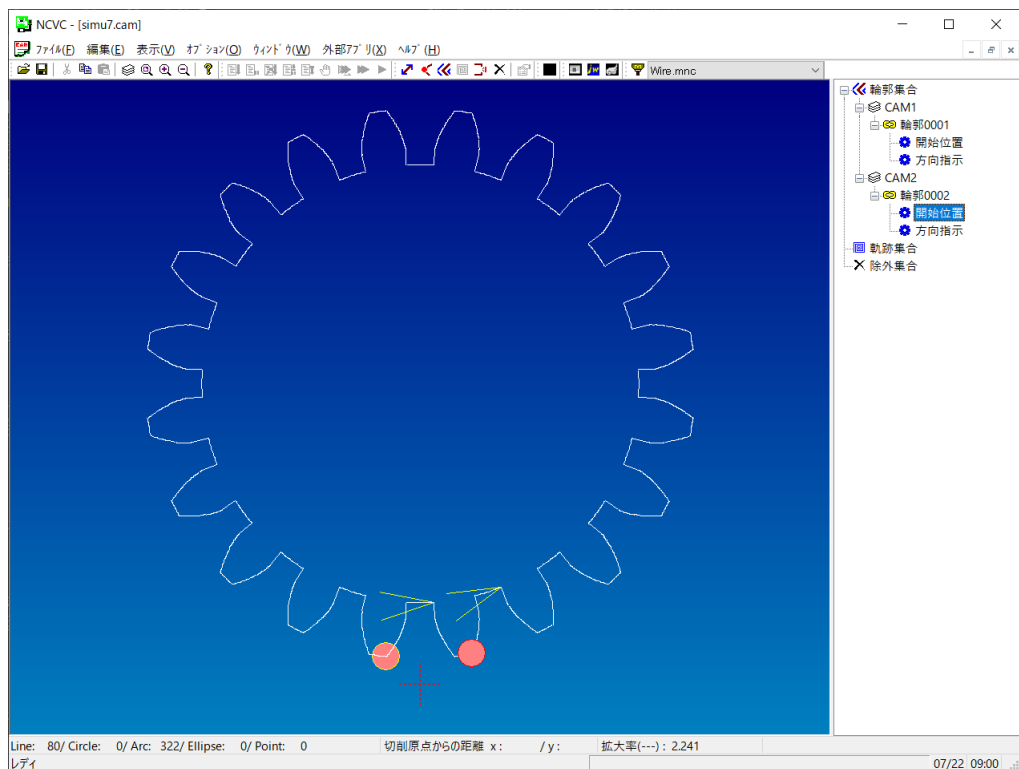

図 2.15 加工開始位置の指示 2
最終的に図 2.15 のように設定してください。切削方向は同じでも CAM1 (XY), CAM2 (UV) と違う加工開始位置で設定しています。